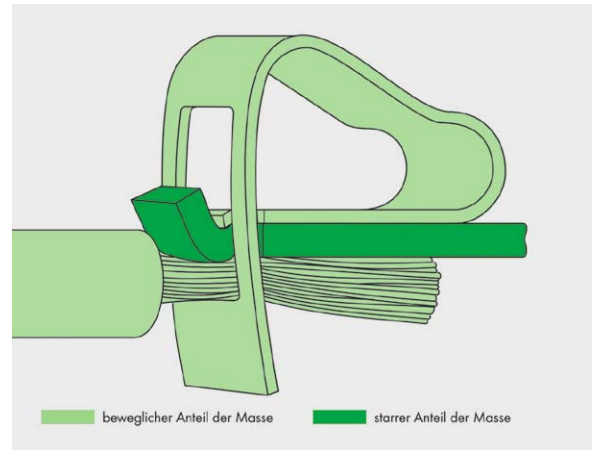

Bild 11: Vibrationsermüdungsbrüche lassen sich durch Sorgfalt bei der Konstruktion vermeiden.
- **Rüttelsicher.** Die bestandene Rüttelprüfung gemäß IEC/EN 60068-2-6 hat die Rüttelsicherheit von CAGE-CLAMP®-Verbindungen belegt. Dabei wurde in drei Achsen ein Frequenzband bis 2000 Hz bei unterschiedlichen Beschleunigungen bis 20g (g: Erdbeschleunigung = 9,81 m/s²) und unterschiedlichen Amplituden bis 20 mm gleitend durchlaufen. Der bewegliche Anteil des Klemmfederkontakts in **Bild 11** wird naturgemäß von den Vibrationen am stärksten beansprucht und muss so ausgelegt sein, dass es nicht zu einem Bruch kommt.